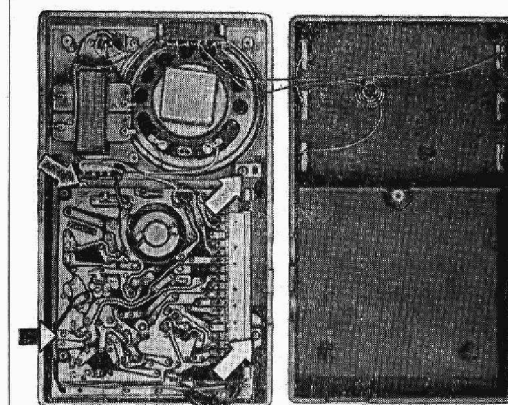

Fig. 2 - Smontaggio telaio dal mobile.
**Se si rendesse necessario accedere alla parte meccanica**, occorre procedere nel seguente modo: togliere il coperchio dello scomparto pile, le pile, le tre viti che fissano il fondo al mobile (come nell'operazione precedente) e le quattro viti che fissano la parte meccanica al mobile e sfilare la spina a 4 poli che porta l'alimentazione. In questo modo si può estrarre tutto l'apparecchio dal mobile sul quale resteranno peraltro tutta l'alimentazione e l'altoparlante. V. fig. 2.